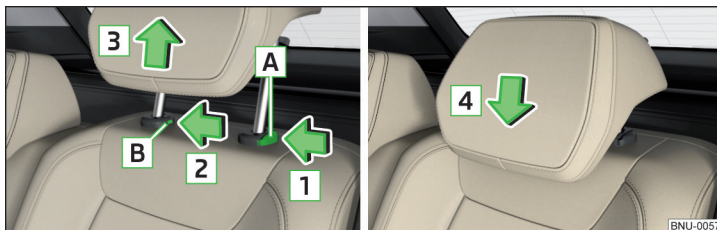

Abb. 91 Kopfstütze hinten herausnehmen/einsetzen
- › Die Sicherungstaste **A** in Pfeilrichtung **1** halten, gleichzeitig mit einem Schlitzschraubendreher (mit einer Breite von max. 5 mm) die Sicherungstaste in der Öffnung **B** in Pfeilrichtung **2** drücken und die Stütze in Pfeilrichtung **3** herausnehmen » **Abb. 91**.
Bei VarioFlex-Sitzen kann die herausgeschobene Kopfstütze aus der mittleren Sitzlehne nur dann herausgenommen werden, wenn die Sicherungstaste **A** » Abb. 91 gehalten wird.